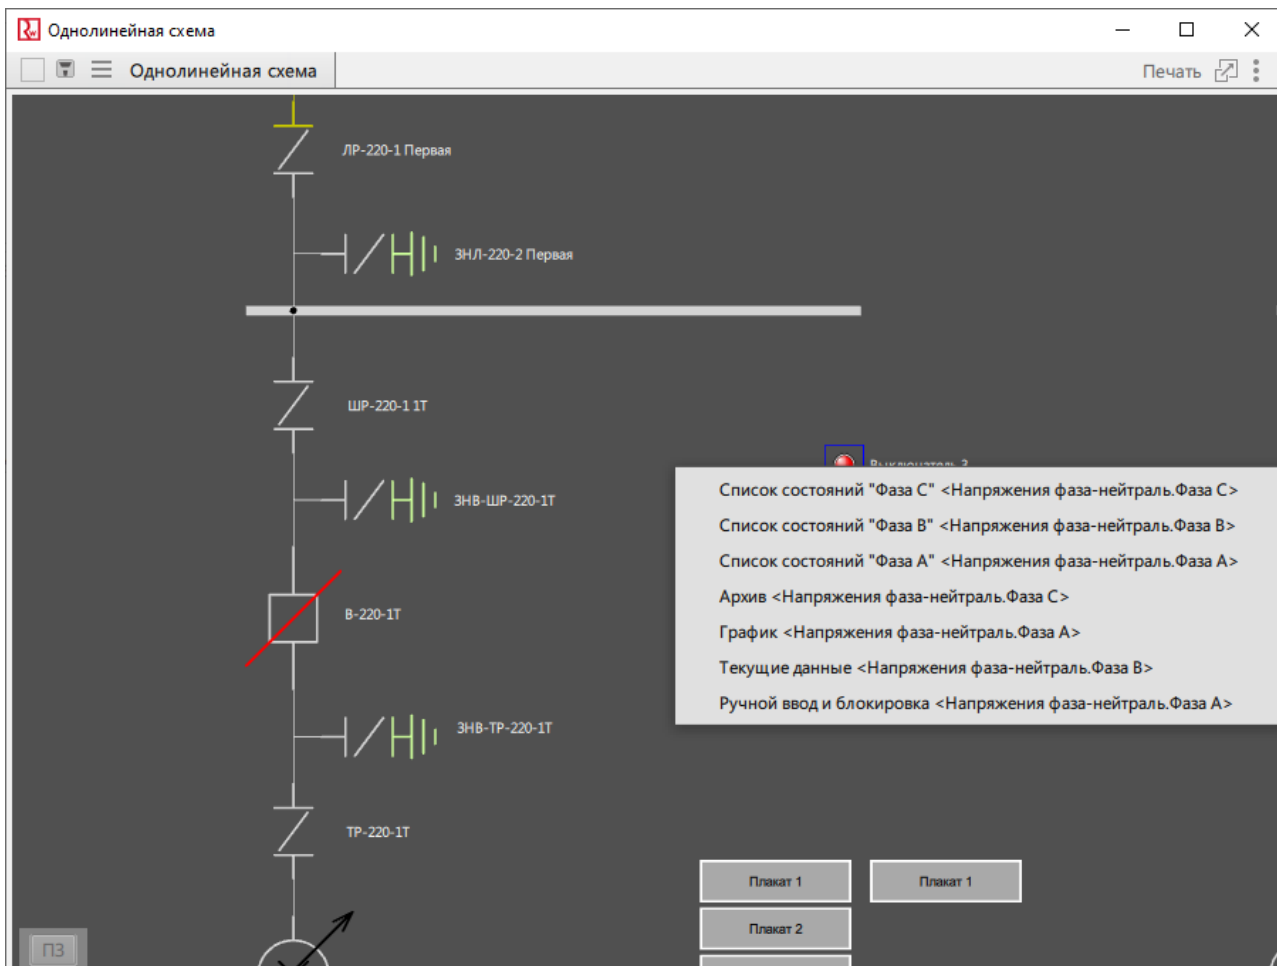

Рисунок 46 - Контекстное меню элементов
1. Нажмите *ПКМ* по элементу мнемокадра (Рисунок 46).